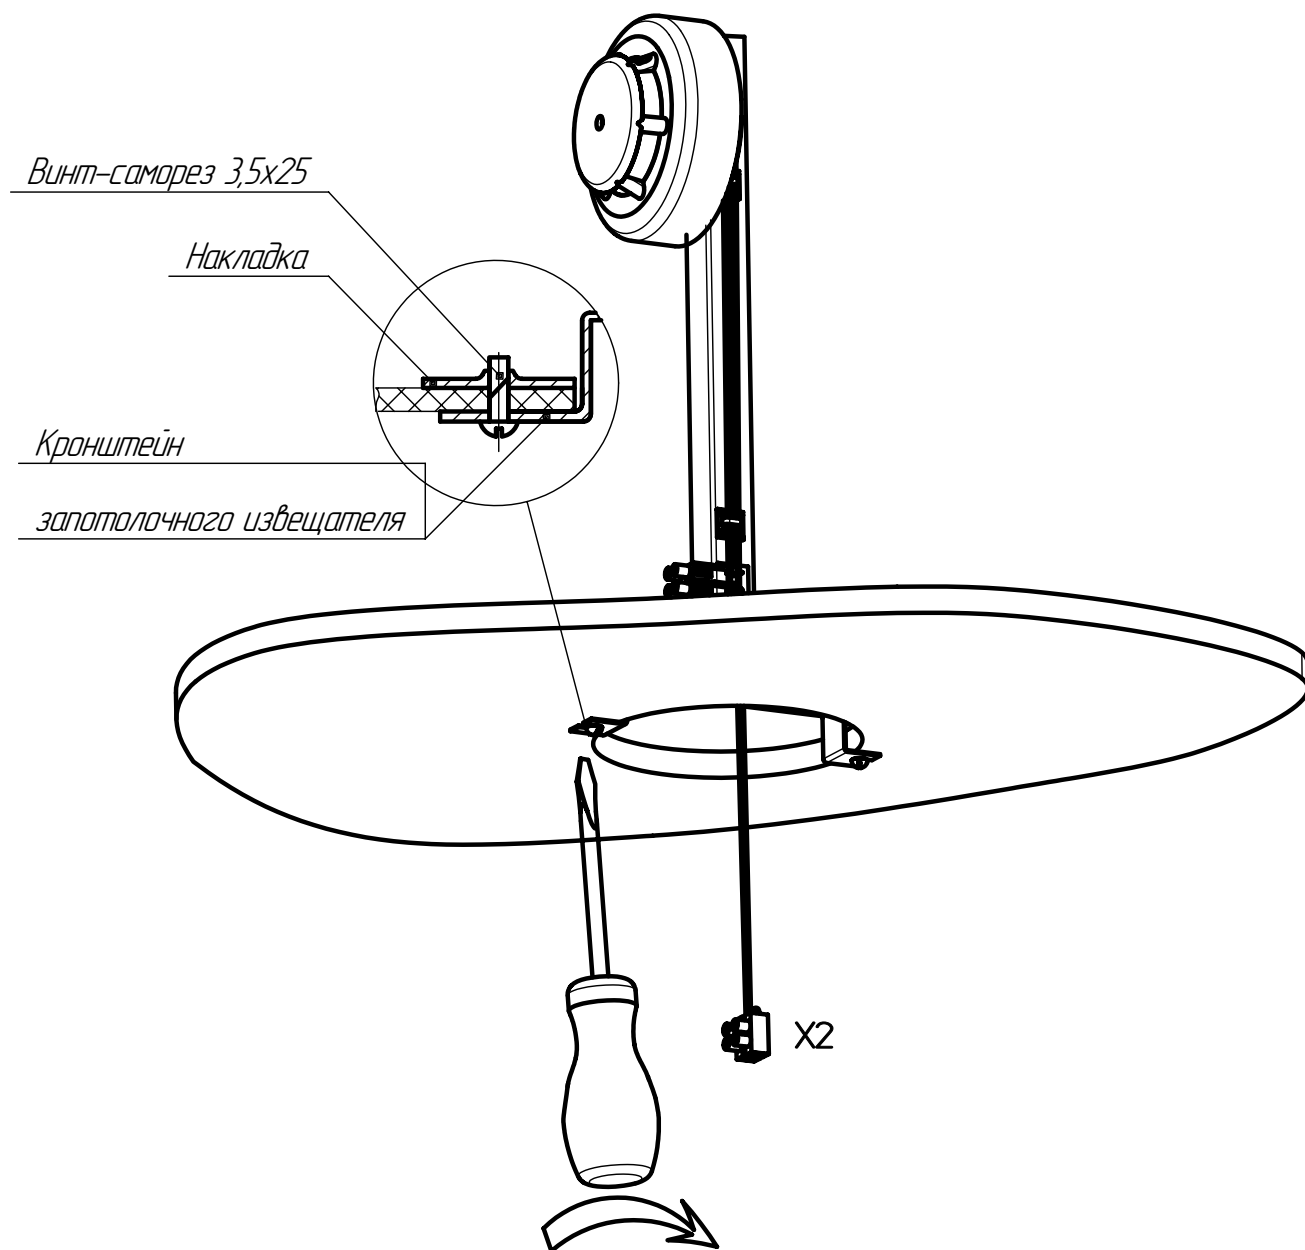

Рис. 4. Монтаж запотолочного извещателя
5.5 Закрепить кронштейн винтами-саморезами, предварительно продев в отверстие провод с колодкой X2, как показано на рис. 4.